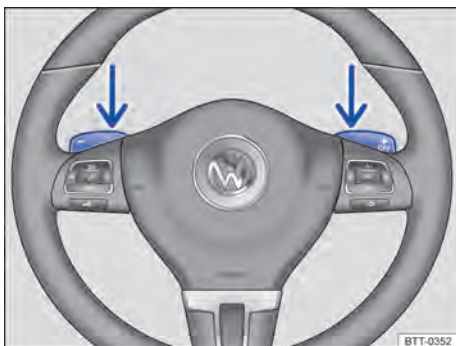

Fig. 148 Volante com 2 seletores basculantes do Tiptronic.
- No programa de condução **D**, **S** ou no curso do Tiptronic, acionar os seletores basculantes no volante $\Rightarrow$ Fig. 148.